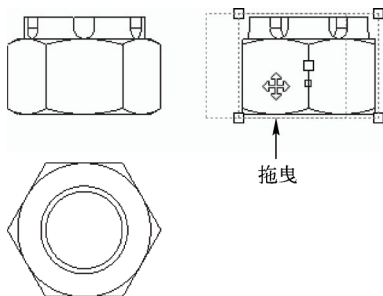

图 14-45 拖曳右视图
STEP 03 在绘图区中移动鼠标指针至右视图上, 单击鼠标左键并拖曳其至合适位置, 如图 14-45 所示。